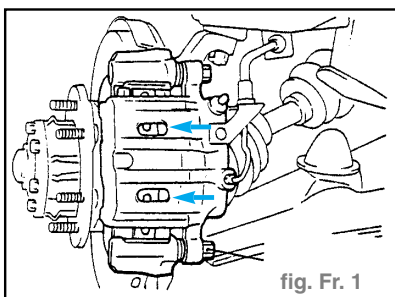

fig. Fr. 1
- Retirer l'axe de verrouillage. Soulever l'ensemble d'étrier et le fixer avec des fils. (fig. Fr. 1)